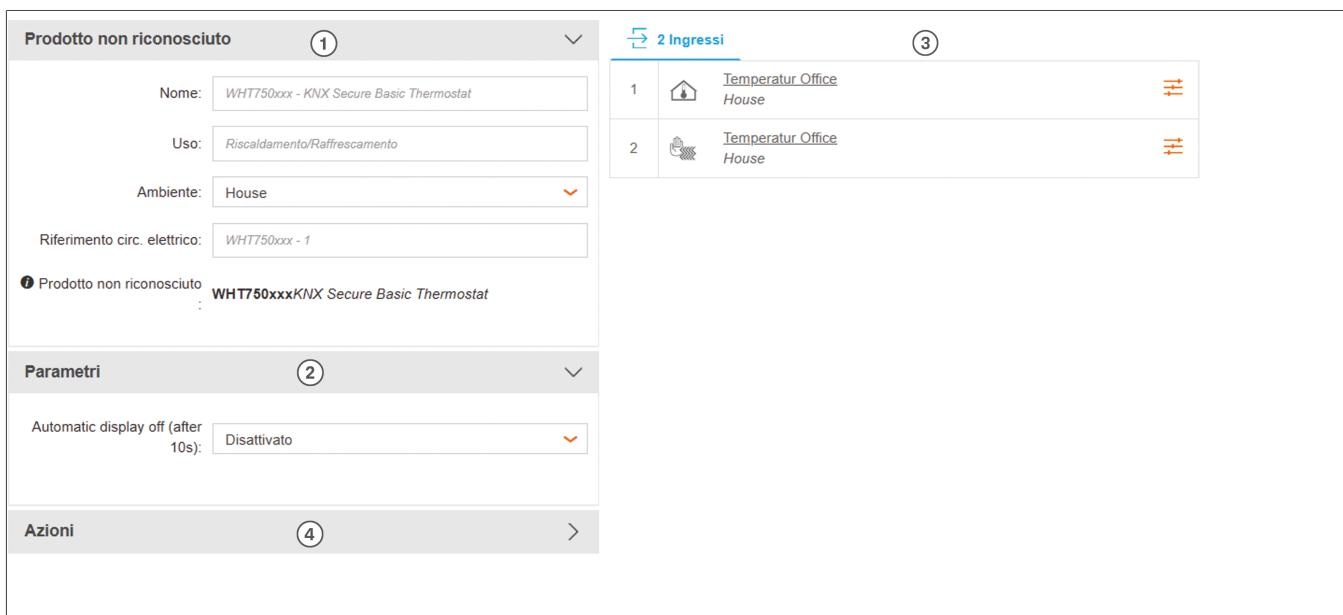

Fig. 4: Home page del termostato KNX Secure basic
Prodotto (Fig. 4, ①)
Parametri (Fig. 4, ②)
Ingressi (Fig. 4, ③)
Azioni (Fig. 4, ④)